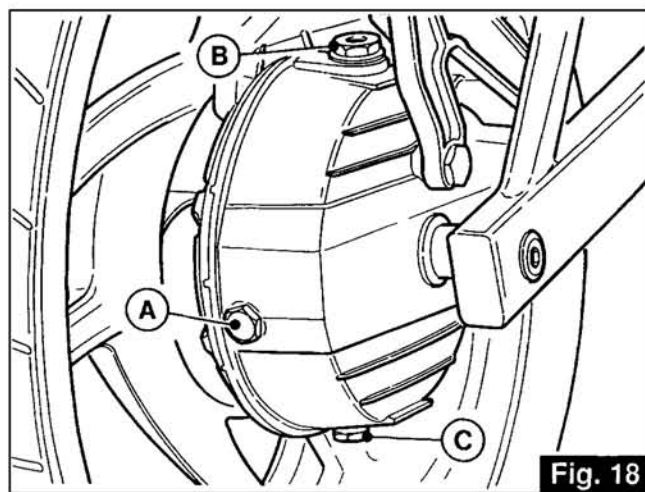

Fig. 18
4.4 LUBRIFICATION DU PONT AR (fig. 18)
4.4 SCHMIERUNG DES HINTERACHSANTRIEBSGEHÄUSES (Abb. 18)